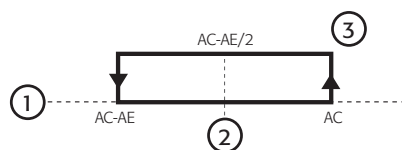

Fig. 4.l
- указывает на повышения предела между Ac и AE (выведенное расчётом:  $Ac-AE/2$ , смотреть Fig. 4.l);
- указывает превышение установленного значения Ac (смотреть Fig. 4.l);